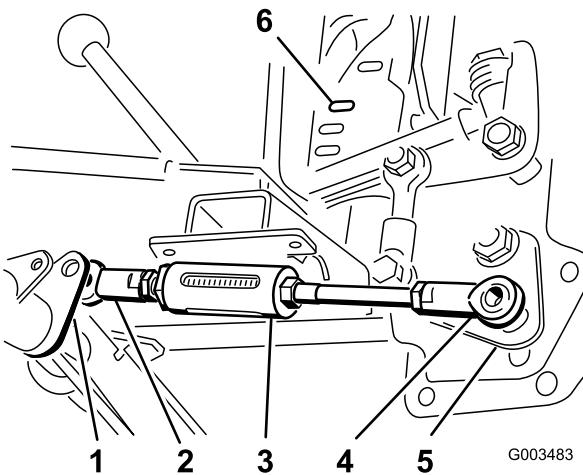

Figura 7
1. Posicione la articulación esférica del extremo corto del conjunto de varilla ajustable a la derecha de la palanca de la varilla ajustable del tubo de pivote (Figura 7)
3. Coloque la articulación esférica del extremo largo de la varilla ajustable sobre el espárrago de la parte inferior del conjunto de la palanca de elevación, y sujetelo provisionalmente con una contratuerca ($\frac{1}{2}$ ") (Figura 7).